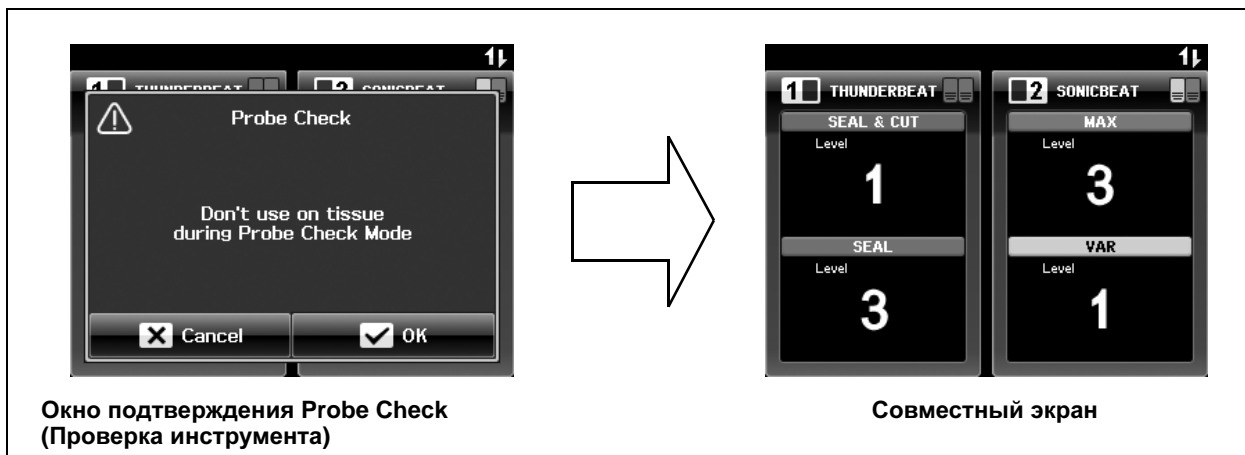

Рис. 4.9
2. Нажмите кнопку Cancel (Отмена) в левом нижнем углу экрана (см. рис. 4.9).